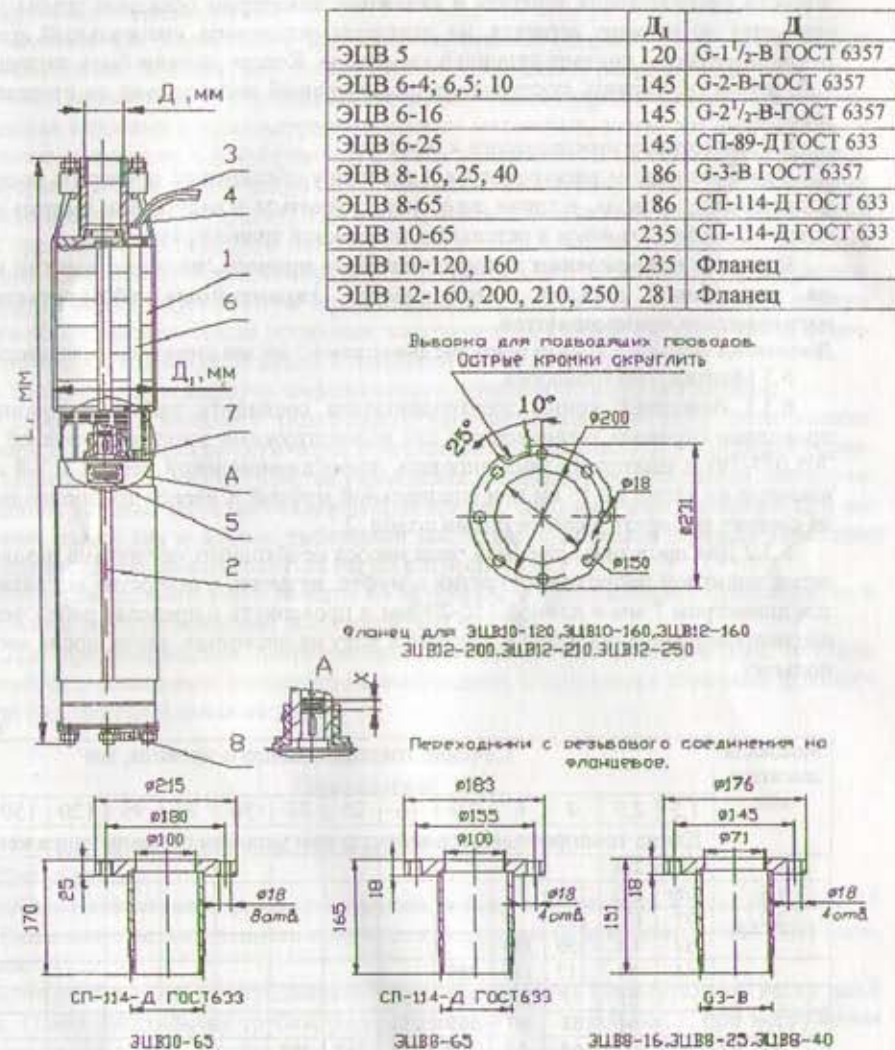

Рис. 1
Электронасос ЭЦВ состоит из (см. рис.1): насосной части поз. 1; электродвигателя поз. 2; проводов токоподводящих поз. 3; клапана поз. 4; таблички поз. 5; кожуха защитного поз. 6; сетки защитной поз. 7; сетки или пробки сливной поз. 8.
Водоподъемную трубу с муфтой вернуть в патрубок электронасоса до отказа или присоединить при помощи фланцевого соединения (см. рис.1). За отдельную плату могут поставляться переходные втулки с резьбы G2½-B на G2-B и с G3-B на G2½-B, а также переходники с резьбы на фланец (см. рис. 1). По заказам потребителя изготавливаются другие переходные втулки.
6.3.7 Для предотвращения поврежденных токоподводящих проводов при монтаже электронасоса с фланцевым соединением необходимо использовать ответный фланец с выборкой (см. чертеж фланца на рис.1).
Заполнение полостей электродвигателя происходит через фильтрующую сетку поз.8 (см. рис. 1) или специальные трубки, расположенные под сеткой поз.7, при погружении электродвигателя в воду. Пробку поз. 8 перед погружением не выкручивать.
- 3 Придерживая вал насоса в верхнем положении (см. п. 2), установить насос на фланец электродвигателя и замерить размер "X" между концами валов (см. рис. 1).
11.4 Электронасосы должны храниться под навесом или в закрытых помещениях с естественной вентиляцией при температуре от  $-20^{\circ}\text{C}$  до  $+40^{\circ}\text{C}$  на расстоянии не менее 1 м от отопительных систем, при этом вода из насоса и двигателя должна быть полностью слита. В нижней крышке электродвигателя предусмотрена сетка или пробка поз.8 (см. рис. 1) для слива воды. При хранении электронасоса сетку очистить от засорения, а пробку вывернуть, слить воду и ввернуть. Перед длительным хранением электродвигатель необходимо подвергнуть консервации.